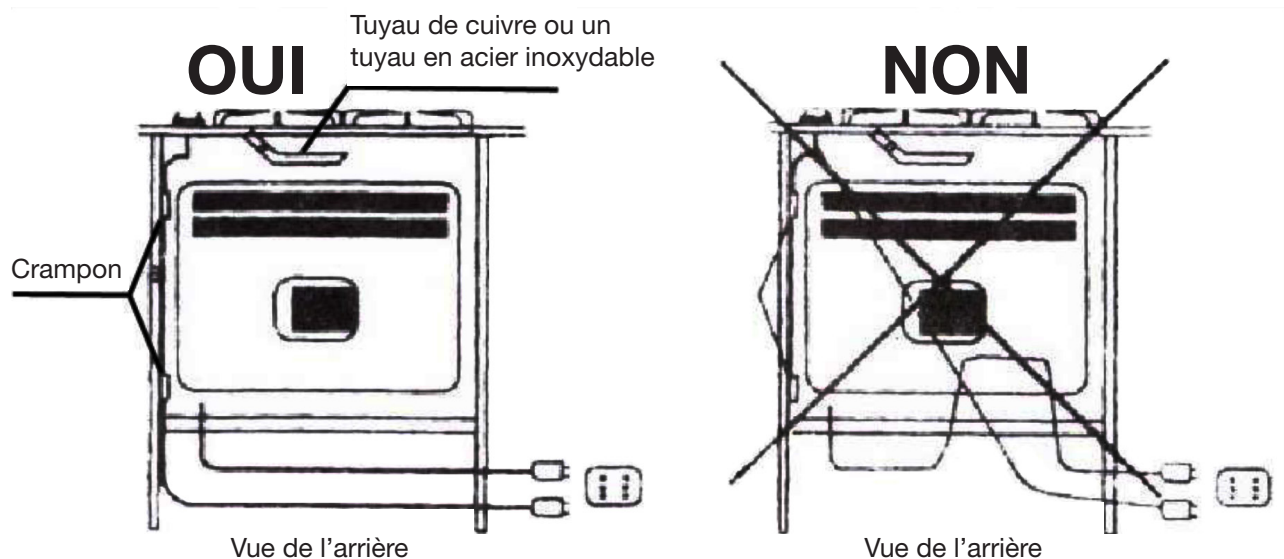

Figure 10
- 4 Si installé au-dessus d'un four intégré, le câble de la table de cuisson ne doit pas toucher le four situé en-dessous (voir figure 10).